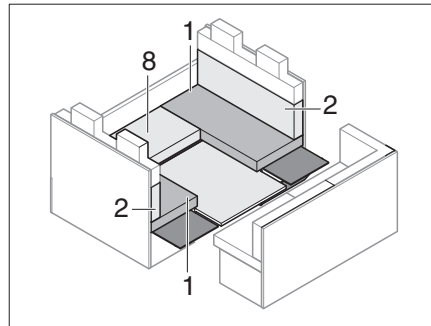

Fig. 199 Durante la transformación
- Quitar el cojín del asiento (Fig. 199,8) y la subestructura.